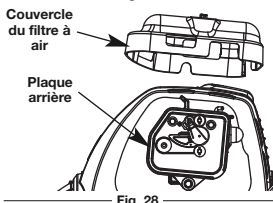

Fig. 28
- Retirez le filtre à air (Fig. 28).